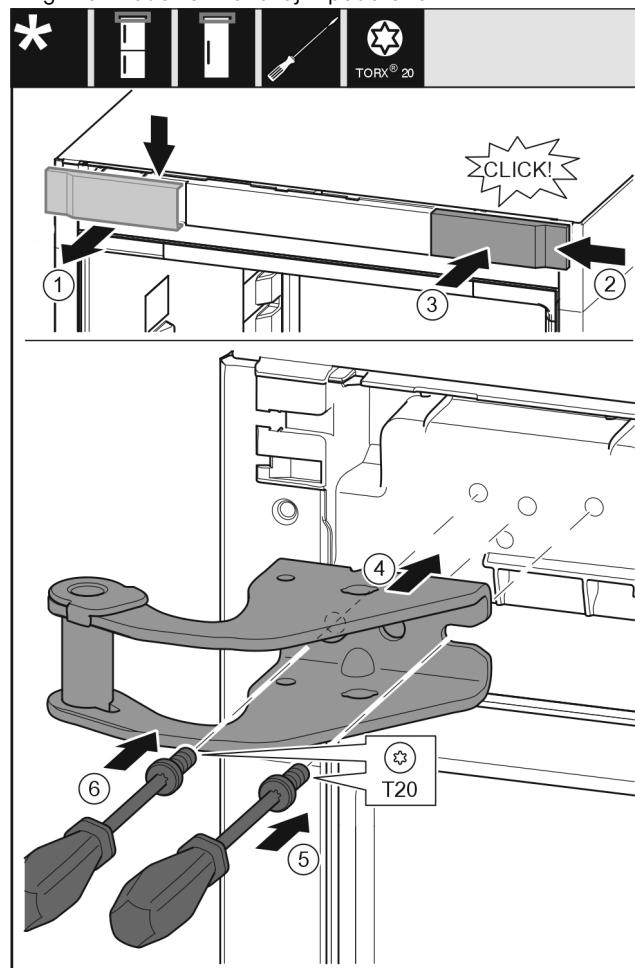

Fig. 11
- Snemite pokrov Fig. 11 (1) od zgoraj v smeri naprej.
- Pokrov Fig. 11 (2), obrnjen za 180°, namestite na drugo stran z desne strani.
- Zaskočite pokrov Fig. 11 (3).
- Pristavite zgornji ležajni podstavek Fig. 11 (4).
- Nastavite vijak Fig. 11 (5) z izvijačem in ga zategnite.
- Nastavite vijak Fig. 11 (6) z izvijačem in ga zategnite.